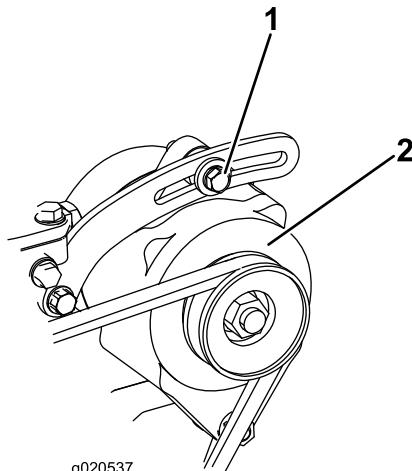

Bild 69
Prüfen Sie den Zustand und die Spannung des Riemens (Bild 69) alle 100 Betriebsstunden.
2. Lockern Sie bei einer Durchbiegung von mehr oder weniger als 10 mm die Befestigungsschrauben der Lichtmaschine (Bild 69). Erhöhen oder reduzieren Sie die Spannung des Lichtmaschinen-Treibriemens und ziehen Sie die Schrauben wieder fest. Prüfen Sie die Riemenspannung noch einmal auf korrekte Einstellung.